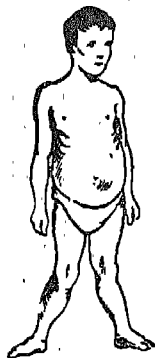

Fig. 5. — Un enfant rachitique.
d) La peau brunit au soleil. — En même temps, elle fabrique une substance indispensable à la bonne ossification du squelette. C'est pourquoi la croissance des enfants qui vivent dans des logis obscurs se fait mal. Ils sont *rachitiques* (fig. 5).